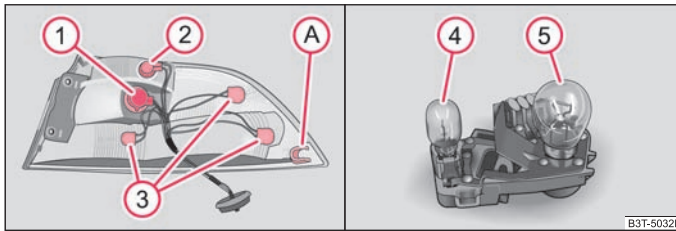

Fig. 220 Partea exterioară a unității de iluminat: Becuri / partea interioară a unității de iluminat spate: becurile
- Pentru montare, introduceți mai întâi unitatea de iluminat cu punctul (A) ⇒ pagina 239, fig. 220 în față, în bolțul din caroserie.
- Pentru înlocuirea unui bec al lămpii de marșarier (4) ⇒ fig. 220 scoateți becul defect din dulia și înlocuiți-l cu unul nou.
- Pentru înlocuirea becului lămpii de ceață din spate (5) ⇒ fig. 220 rotiți becul defect până la limită spre stânga, și scoateți-l.
Disponerea becurilor în unitatea exterioară de iluminat din spate ⇒ fig. 220 - stânga.
Disponerea becurilor în unitatea interioară de iluminat din spate ⇒ fig. 220 din dreapta.